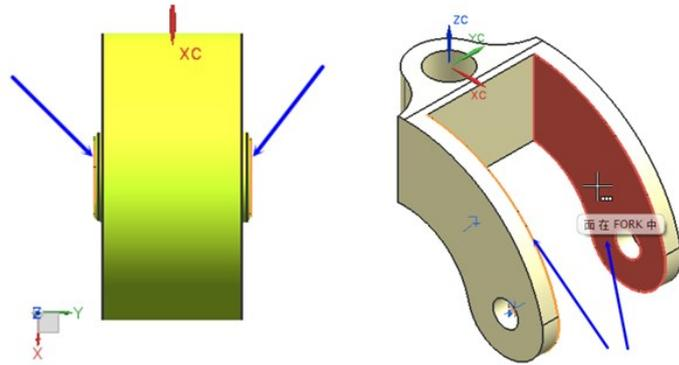

图 8.17 添加【中心】约束
④ 在【类型】下拉列表中选择【中心】选项，在【要约束的几何体】选项组的【子类型】下拉列表中选择【2 对 2】选项，在“wheel”上选择两侧面，在“fork”上选择两侧面，如图 8.17 所示，单击【应用】按钮。